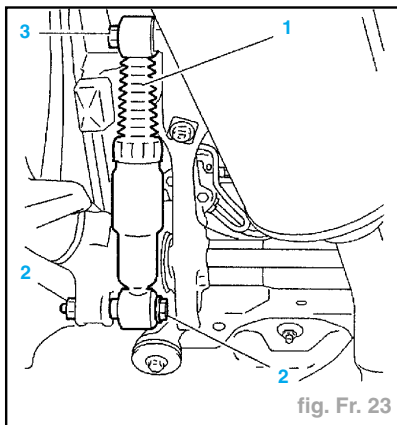

fig. Fr. 23
- Déposer (fig. Fr. 23) :
- les vis (2) et (3),
- l'amortisseur (1).